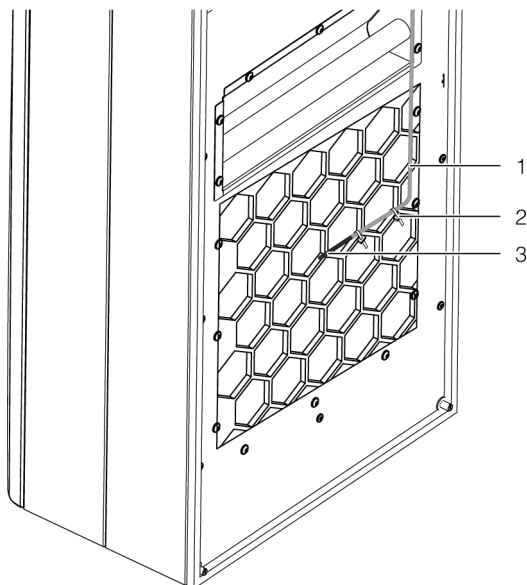

Рис. 23: Датчик температуры перед выходом холодного воздуха (пример изображения)
- Поместите датчик температуры в центр проема для выхода воздуха из агрегата (рис. 23).